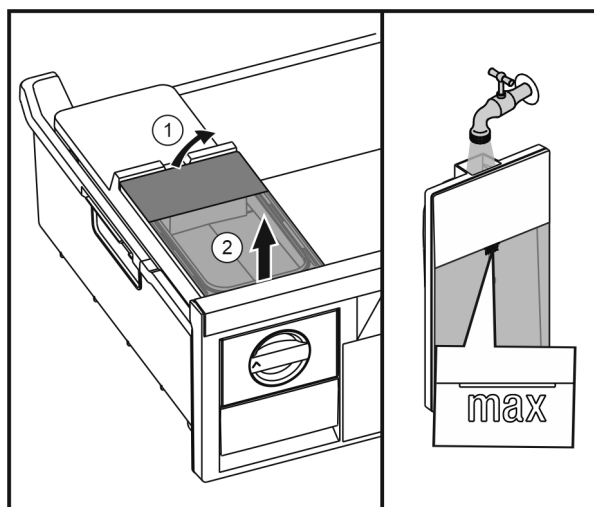

Fig. 55
- Zvedněte vzadu nádržku na vodu Fig. 55 (1) a poté ji vyjměte směrem nahoru Fig. 55 (2).